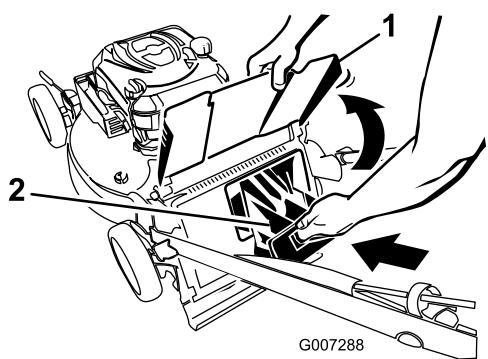

Figura 17
**Importante:** Asegúrese de que el tapón de descarga trasera está bloqueado en su sitio. Para bloquear el tapón: Levante el deflector de descarga (Figura 17), introduzca el tapón y presione firmemente hasta que encaje detrás de las pestañas, y gire la palanca del tapón a la izquierda (Figura 18).